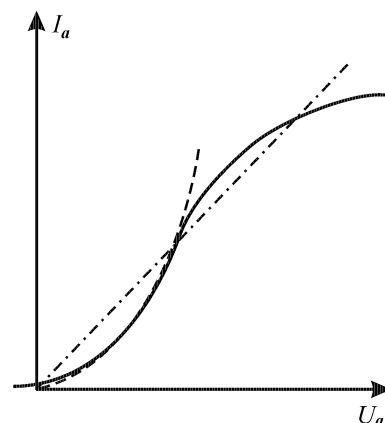
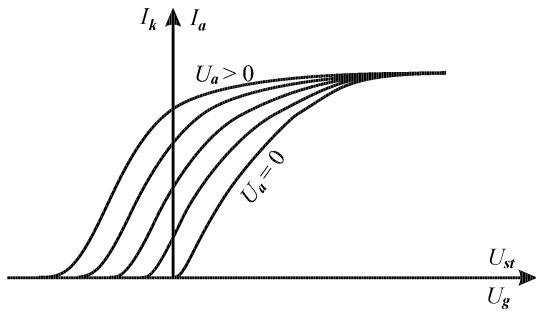
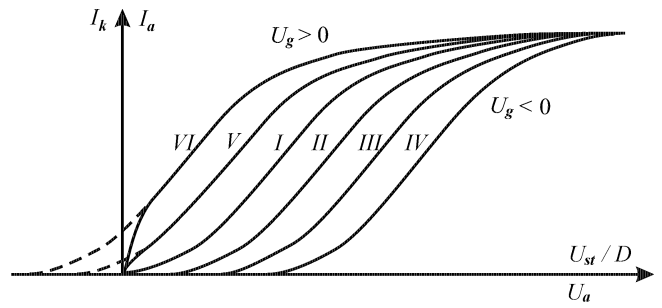

Рис. 1.
Рис. 2.
Рис. 3.
Типичная вольтамперная характеристика диода показана на рис. 1. Из теории двухэлектродной лампы ясно, что анодный ток, или, что то же, число электронов, вылетающих из области объемного заряда в единицу времени, определяется полем, создаваемым анодным напряжением в непосредственной близости от катода. По теореме Гаусса, это поле определяется зарядом катода¹ Таким образом, кривая на рис. 1. в сущности, дает зависимость анодного тока от заряда катода:
Зависимость числа электронов, вылетающих из прикатодной области, от заряда катода дается по-прежнему кривой рис. 1, но теперь эти электроны не обязательно попадут на анод - часть их может попасть на сетку. В этом случае кривая рис. 1 определяет не анодный, а катодный ток I_k .
Формула (1) позволяет сразу построить семейство сеточных и анодных характеристик триода. Сеточные характеристики получаются из кривой рис. 1 простыми смещением по горизонтали влево на отрезок DU_a (см. рис. 2).
Так как сеточные токи при обычно применяемых напряжениях малы, то различие между I_k и I_a незначительно. На рис. 2 это различие не отмечено.
¹Точнее, той частью заряда, которая индуцирована на катоде анодным напряжением. Хотя объемный заряд в лампе также индуцирует заряд на катоде, но он уже учтен в теории, приведенной в кривой рис. 1.
Семейство анодных характеристик строится точно таким же образом, как семейство сеточных характеристик (см. рис. 3). Строим кривую рис. 1 в координатах $I_k - U_{st}/D$ (Кривая I). При переходе к U_a кривая смещается на отрезок U_g/D вправо, если $U_g < 0$ (кривые II - IV), и влево, если $U_g > 0$ (кривые V и VII, пунктир). Для перехода от I_k к I_a надо учесть сеточные токи. Когда $U_g < 0$, сеточный ток отсутствует и анодный ток равен катодному. Но когда $U_g > 0$, кривые анодного тока (сплошные) заметно отклоняются от кривых катодного тока (пунктир). При отрицательных U_a электроны, очевидно, не смогут долететь до анода, $I_a = 0$. Когда $U_a \gg U_g$, сеточный ток мал, $I_a \approx I_k$. Область пунктирных кривых соответствует условиям $U_a \approx U_g$, когда значительная часть электронов отклоняется к виткам сетки.
В изложенной выше простой картине не учитывалась неоднородность поля сетки. В действительности, например, при отрицательных потенциалах сетки эквипотенциальные поверхности сильно искривляются, так что области положительного потенциала приближаются к катоду. Поэтому уменьшение тока при увеличении отрицательного потенциала сетки происходит медленнее, чем показано на рис. 2, нижняя часть характеристик вытягивается влево. Характеристики не получаются одна из другой простым горизонтальным переносом - наклон их несколько различен. Однако в общих чертах предыдущее рассуждение верно описывает работу лампы.